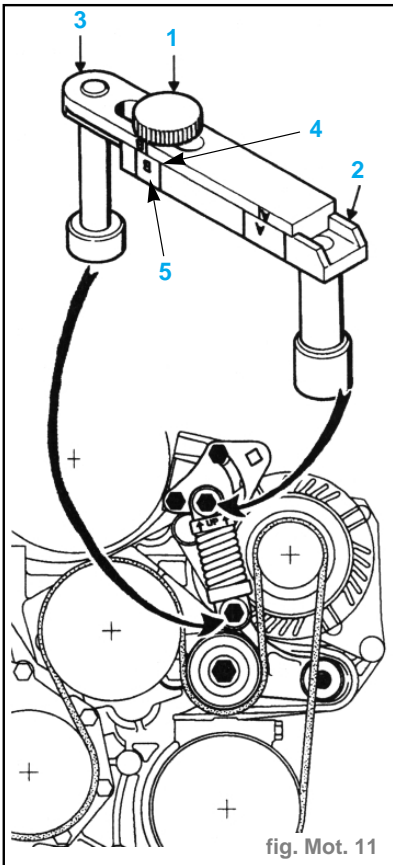

fig. Mot. 11
- Desserrer la molette (1) de façon à ce que les bras (2) et (3) puissent coulisser l'un par rapport à l'autre.
- Mettre en place le **mot. 1387** sur les fixations de l'élément tendeur, puis bloquer les bras (2) et (3) en tournant la molette (1). (fig. Mot. 11)